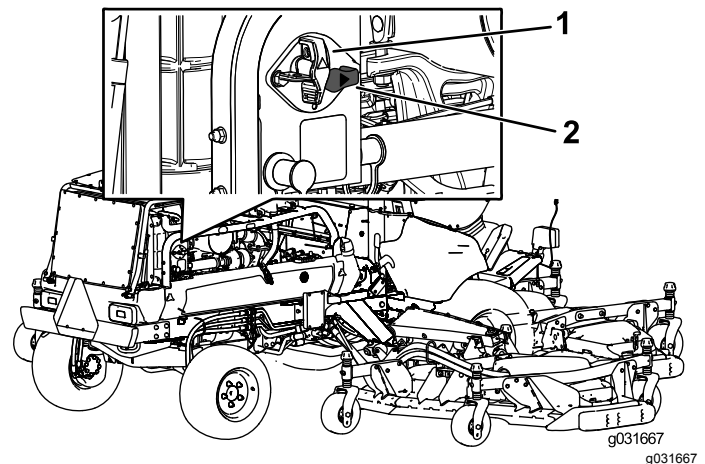

Bild 80
- Drehen Sie den Trennschalter der Batterie nach rechts in die EIN-Stellung, um die Maschine mit Strom zu versorgen (**Bild 80**).
- Drehen Sie den Trennschalter der Batterie nach links in die AUS-Stellung, um die Stromzufuhr zur Maschine zu unterbrechen (**Bild 80**).